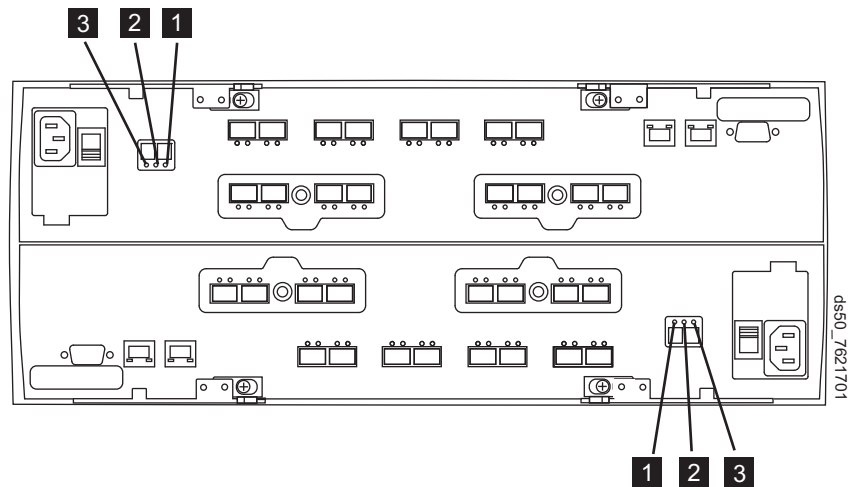

図 127. コントローラー保守処置可 LED
30. コントローラーの LED を調べて、コントローラーが正しくリブートすることを確認します。233 ページの図 127 は、LED の位置を示しています。233 ページの表 58 は、233 ページの図 127 に示されている番号付きの位置を説明しています。